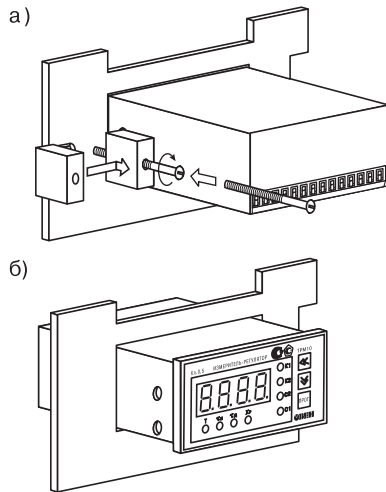

Рисунок 18
1. Вставить прибор в специально подготовленное отверстие на лицевой панели щита (см. *прил. Д* и рисунок 18, а).
2. Вставить фиксаторы из комплекта поставки в отверстия на боковых стенках прибора (рисунок 18, б).